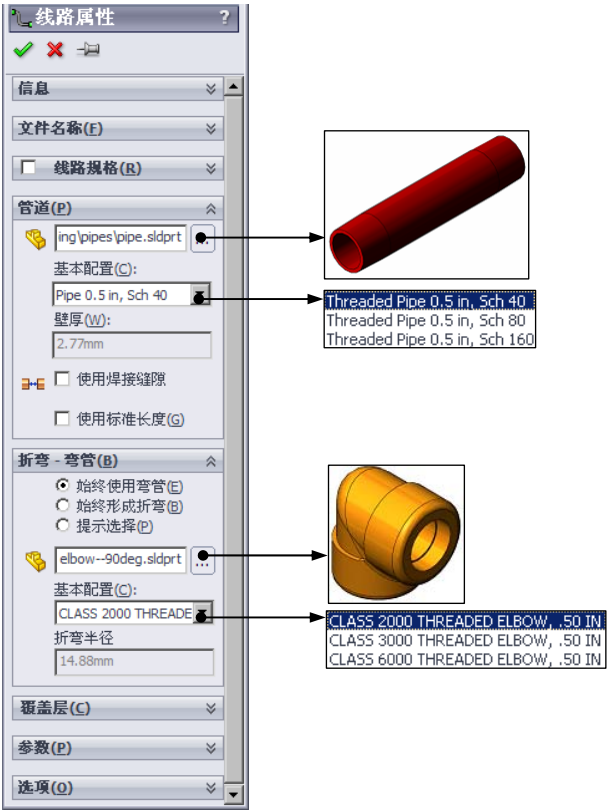

图 11.3.15 “线路属性”对话框
Step2. 定义开始步路点。选取图 11.3.14 所示的“CPoint1”并右击，在系统弹出的快捷菜单中选择 **开始步路 (X)** 命令，系统弹出“线路属性”对话框（图 11.3.15）。
Step3. 定义线路属性。取消选中 ☐ **线路规格 (R)** 复选框，单击 **管道 (P)** 区域中的“浏览”按钮 ，在系统弹出的“打开”对话框中选择 routing\piping\pipes\pipe.sldprt 文件，单击 **打开 (O)** 按钮；在 **基本配置 (C)** 的下拉列表中选择 **Pipe 0.5 in, Sch 40** 选项；在 **折弯-弯管 (B)** 区域中单击“浏览”按钮 ，在弹出的“打开”对话框中选择 routing\piping\threaded fittings(npt)\threaded elbow--90deg.sldprt 文件，单击 **打开 (O)** 按钮；在 **基本配置 (C)** 下拉列表中选择 **CLASS 2000 THREADED ELBOW, .50 IN** 选项，如图 11.3.15 所示；单击对话框中的  按钮，完成线路属性的定义。